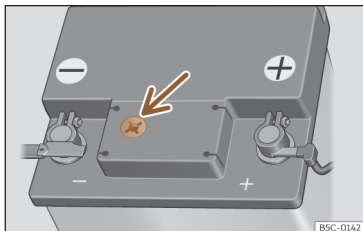

Fig. 205 Regard sur la partie supérieure de la batterie de 12 volts (représentation schématique).
- Contrôlez l'indicateur coloré dans le regard circulaire situé sur la face supérieure de la batterie >>> **fig. 205**.